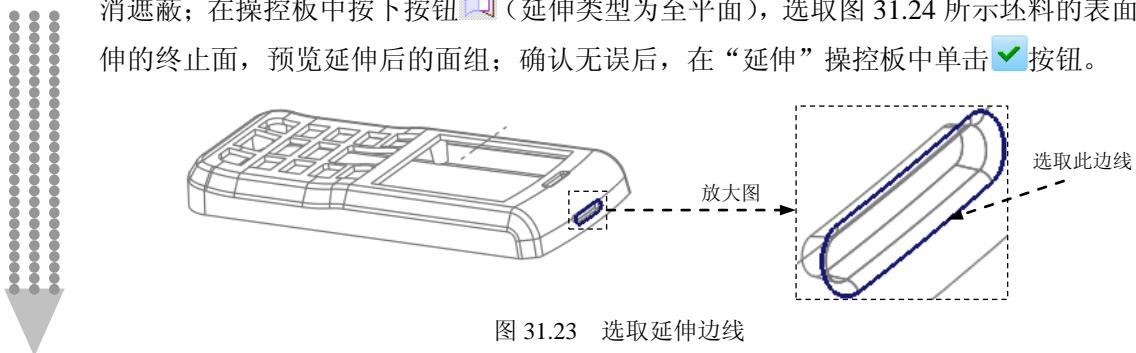

图 31.23 选取延伸边线
Step8. 将复制后的表面延伸至坯料的表面。选取图31.23所示的边线为延伸对象；单击**分型面**功能选项卡**编辑**▼区域中的**延伸**按钮，此时系统弹出“延伸”操控板；将坯料取